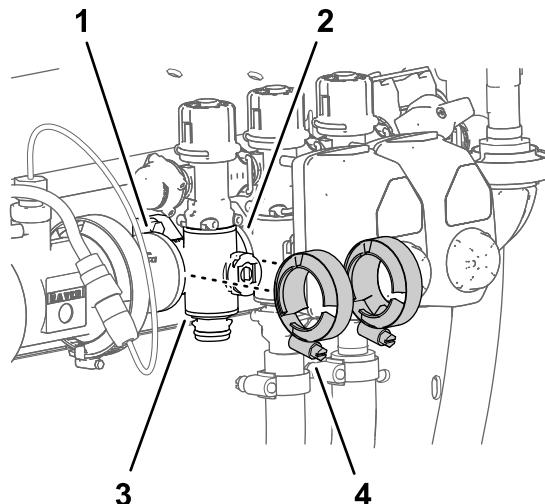

Figure 129
d'accouplement (Figure 129). | |
7. Serrez les 2 colliers bride à la main (Figure 129).